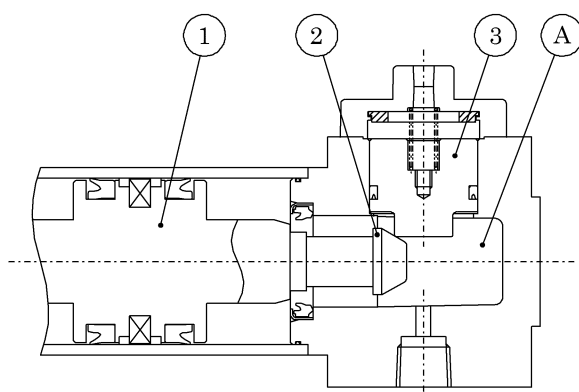

図 1
- (a) シリンダのピストン①がストロークエンドに近づくと、ストップピストン③はスリーブ②の斜面にそって押し上げられます。(図 1)